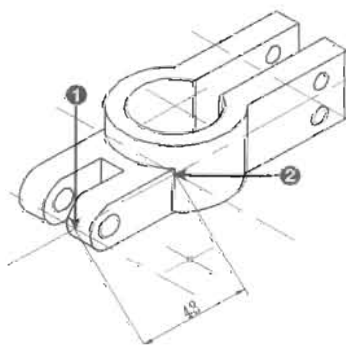

图 11-83
(1) 执行“标注>对齐”菜单命令, 标注轴测图的尺寸, 如图 11-83 所示, 命令执行过程如下。
指定第一条延伸线原点或 <选择对象>: //捕捉如图 11-83 所示的点 1
指定第二条延伸线原点: //捕捉如图 11-83 所示的点 2